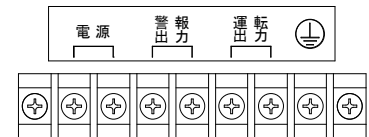

図6
- ①端子台カバーを本器より取り外し、電源線、アース線など本器に接続するすべての配線を端子台カバーグロメットを通し、指定の端子台に接続してください。（図6、7）